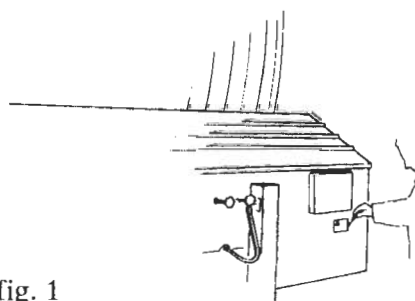

fig. 1
1) Inserire il cricchetto (fig.1) nella posizione di lavoro.
1) Release the backstop (fig.1) into the operating position.